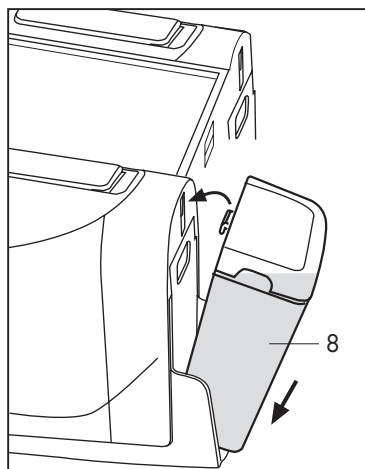

Fig. 3
- Chiudere i coperchi ed inserire i serbatoi (8) contro il corpo macchina in modo che la linguetta si incastri e la base dei serbatoi appoggi correttamente sulla valvola dell'acqua. (Fig.3)